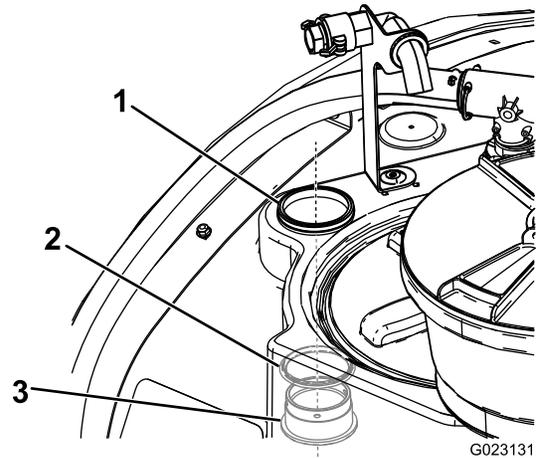

Bild 15
2. Bringen Sie das Schott und den O-Ring von der Innenseite des Behälters oben an, indem Sie die zuvor geschnittene Öffnung benutzen (Bild 15).